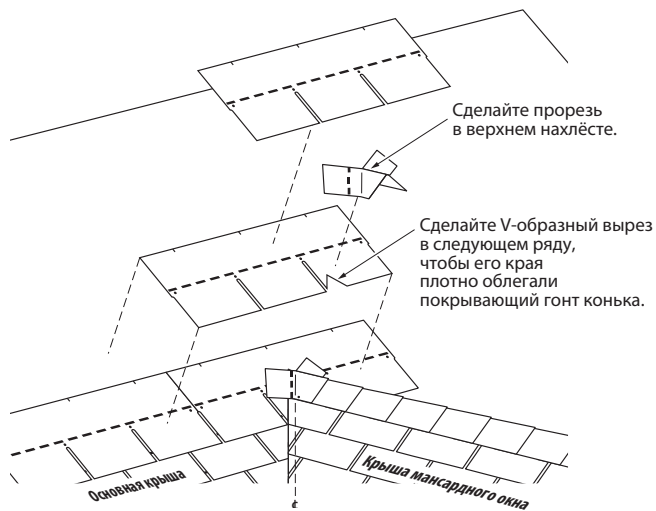

Рис. 9-10. Изображение всей конструкции в «разобранном» виде, иллюстрирующее место сопряжения конька мансардного окна и основной крыши.
- Прорезь в коньковом шаблоне должна быть полностью закрыта гонтом, расположенным над ней в следующем ряду. Если вырезы или стыковые соединения находятся ближе чем на 10 см к прорези, то перед укладкой целого гонта на разрез следует уложить кусок гонта размером не менее 20 см в ширину и 30 см в высоту (Рис. 9-10).